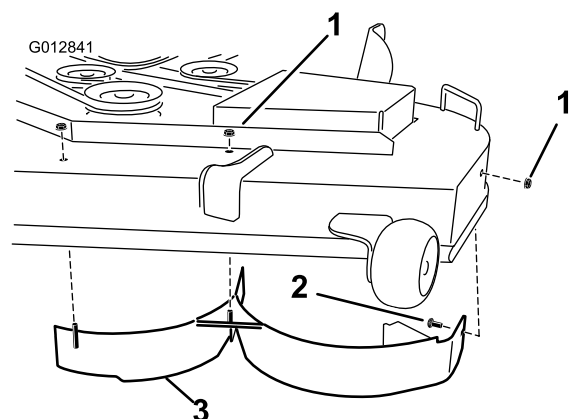

Figura 4
12. Montate il deflettore sinistro sul piatto di taglio come illustrato di seguito in Figura 4. Usate due dadi di bloccaggio (5/16 pollice) per fissare i perni saldati del deflettore sinistro sulla parte superiore del piatto di taglio, in posizione centrale e a destra. Serrate a mano i dispositivi di fissaggio.